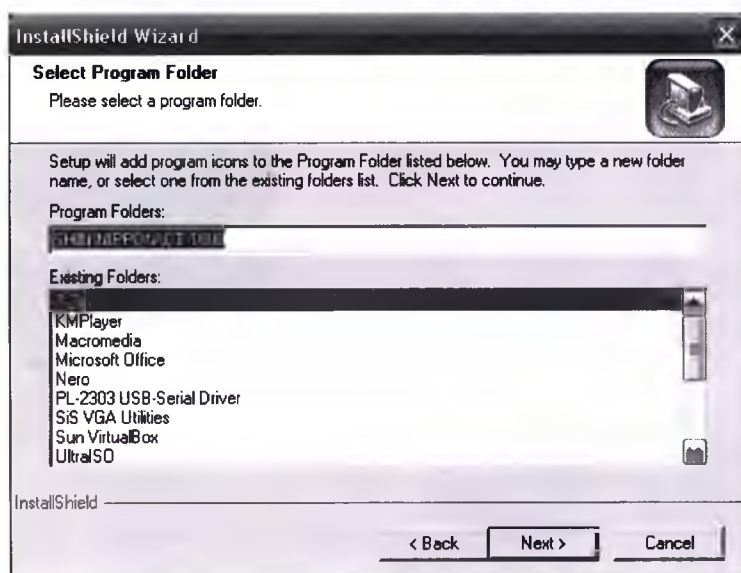

Рис.5
6. В появившемся окне щелкните мышкой на кнопке **Next** (рис.5)